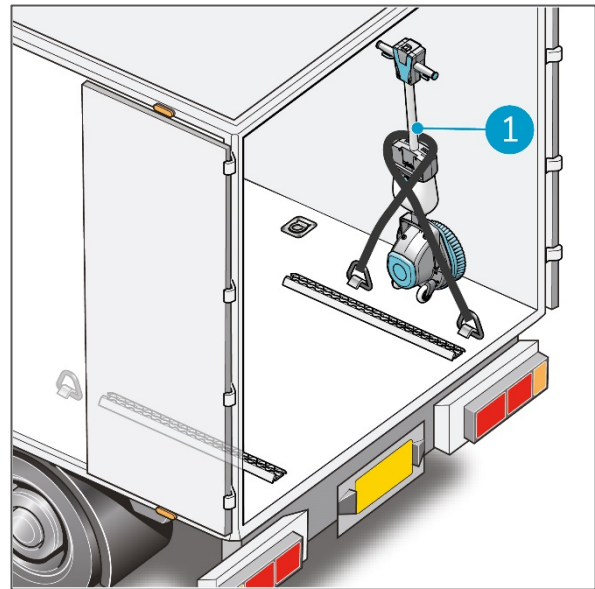

Figura 10
5. Assicurare i-scrub utilizzando una cinghia di tensione o un altro sistema di ritenuta appropriato (Figura 10, pos 1).